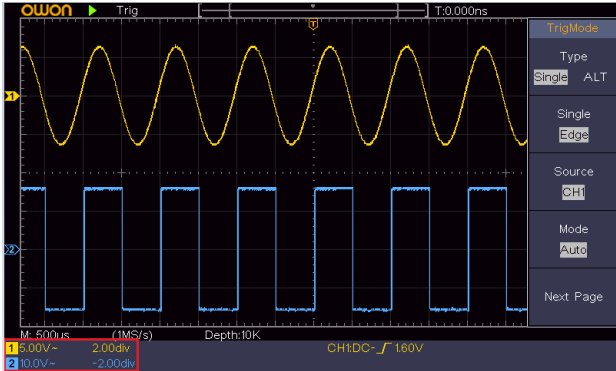

Рисунок 4.1. Информация о положении осциллограммы по вертикали
2. Регулятор «**Scale**» в поле «**Vertical**» используется для регулировки разрешения осциллограмм по вертикали. Разрешение по вертикали меняется с шагами 1-2-5. Когда положение осциллограммы по вертикали изменяется, измененная величина смещения для данного канала отображается в левом нижнем углу дисплея (см. рисунок 4.1).